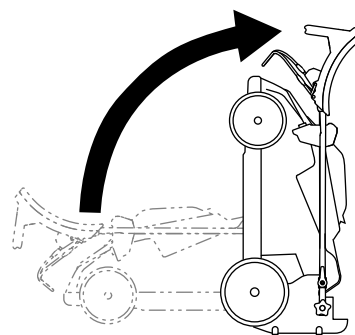

Figure 20
5. Levez l'avant de la machine par le guidon et amenez-la dans un lieu de remisage (Figure 20).